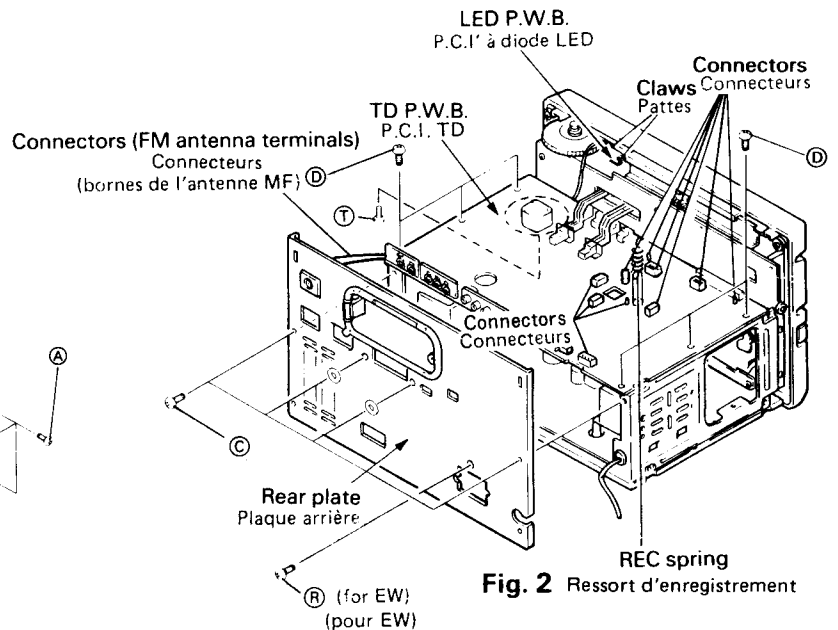

Fig. 2
- 2. Removing the Rear Plate (Fig. 2)**
- 3. Removing the TD P.W.B. (Fig. 2)**
- 2. Retrait de la plaque arrière (Fig. 2)**
3. Retrait de la PCI (plaquette de circuit imprimé) TD (Fig. 2)